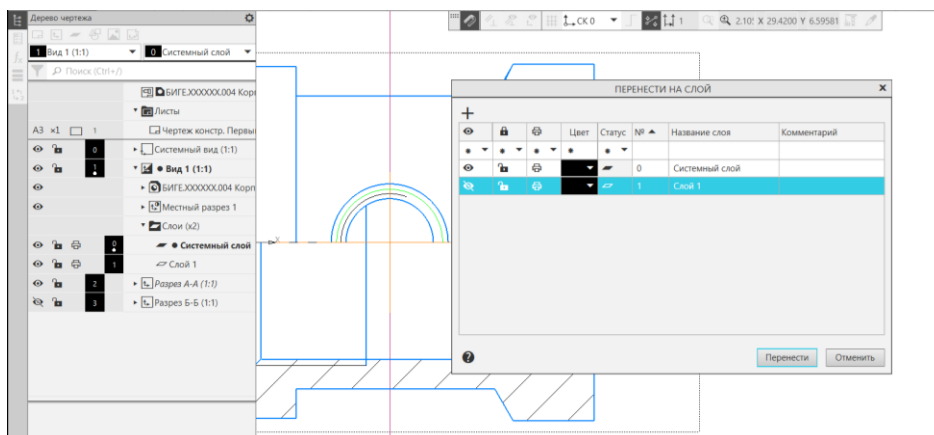

Рис. 15 Изображения резьбовых фасок на чертеже
- Вид Спереди сделать активным. Создать новый слой и окружность – проекцию фаски перенести на новый слой, предварительно выключив видимость слоя (рис. 15).